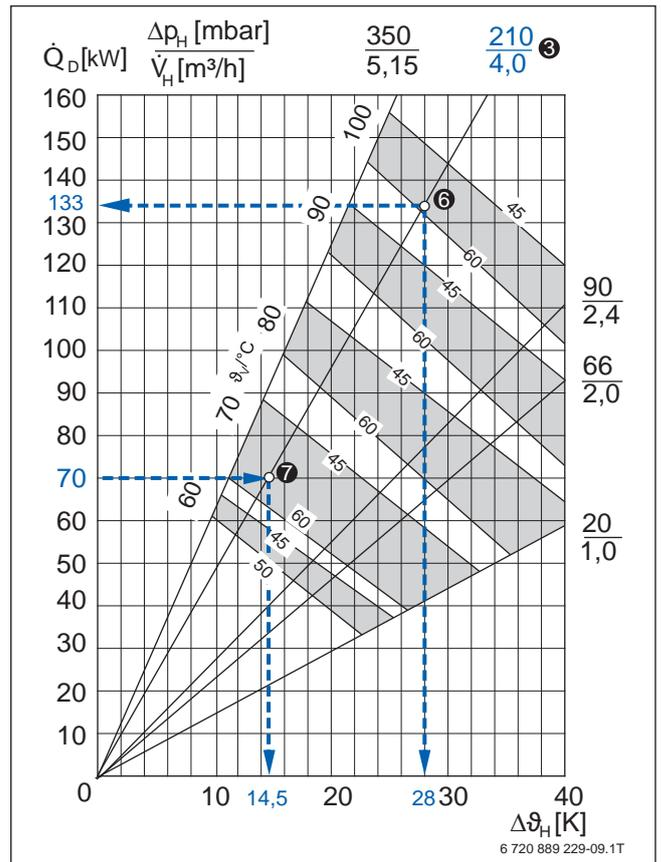

Bild 40 Warmwasser-Dauerleistung Logalux SU1000.5; Beispiel blau hervorgehoben (Vorlage → Bild 72, Seite 97)
Zweckmäßigerweise ist vorab aus den verfügbaren Daten die k-Zahl für einen realen Betriebspunkt mit übertragbarer Leistung zu berechnen. Dazu wird der Speichertyp Logalux SU1000.5 ❶ gewählt. Mit dem zugehörigen Dauerleistungsdiagramm lässt sich als Druckverlustlinie die Kurve bei $\Delta p_H = 210 \text{ mbar}$ als zutreffend annehmen (Beispiel → Bild 40, ❸). Diese ist für die weitere Berechnung beizubehalten. Damit ist eine konstante Strömungsgeschwindigkeit im Wärmetauscher festgelegt.